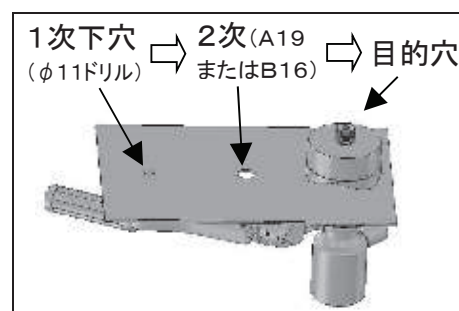

図7
7. A31以上およびB22以上の穴あけをおこなう場合は1次下穴（φ11）加工後、適用表に指定されている2次下穴（A19またはB16）をあけ、その後に目的とする径の穴あけをおこなってください。（図7）